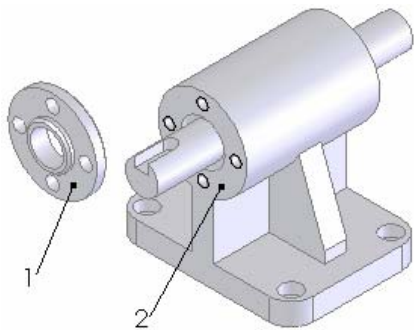
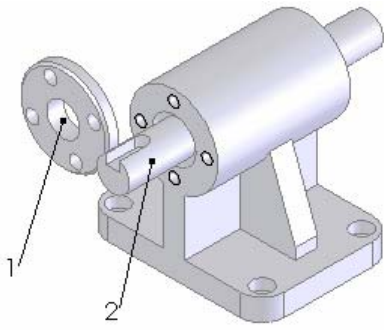
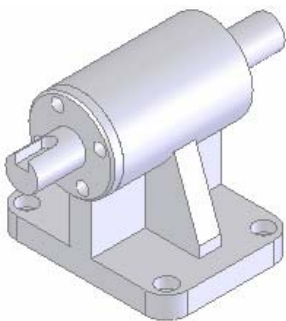

图 12-10 插入法兰盘后的视图
图 12-11 重合配合后的视图
图 12-12 同轴心配合后的视图
⑨ 插入法兰盘零件。选择菜单栏中的“插入”→“零部件”→“现有零件/装配体”命令, 插入法兰盘。具体步骤可以参考上面的介绍, 将法兰盘插入到图中合适的位置, 结果如图 12-10 所示。
⑩ 添加配合关系。选择菜单栏中的“插入”→“配合”命令，将图 12-10 中的面 1 和面 2 添加为“重合”几何关系，注意配合方向为“反向对齐”模式。结果如图 12-11 所示。重复配合命令，将图 12-11 中的面 1 和面 2 添加为“同轴心”配合关系，结果如图 12-12 所示。